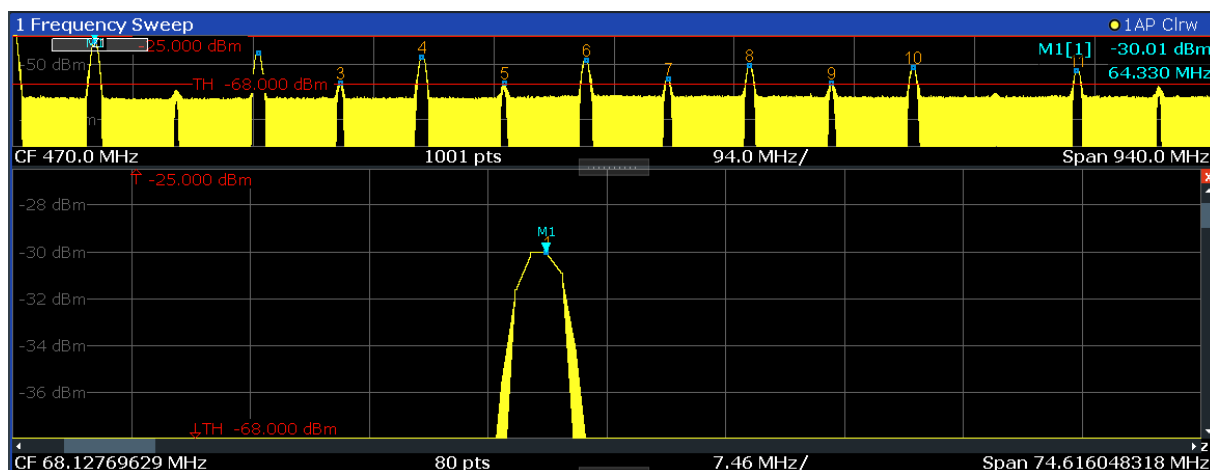

Рис. 6-13: Масштабируемая область вокруг пика
3. На рис. 6-13 масштабированное изображение пика отображается в виде очень толстой кривой. Это вызвано недостаточным числом точек раз-